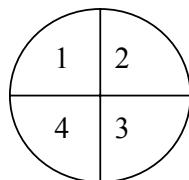

Рис. 1
A.5.3.1.2 Погрешность весов при нецентральном положении груза на чашке следует определять при однократном нагружении центра каждой четверти чаши, как показано на рис. 1, гирами суммарной массой близкой к  $1/3$  значения НПВ (табл. А.2), при этом гиры следует устанавливать одна на другую.